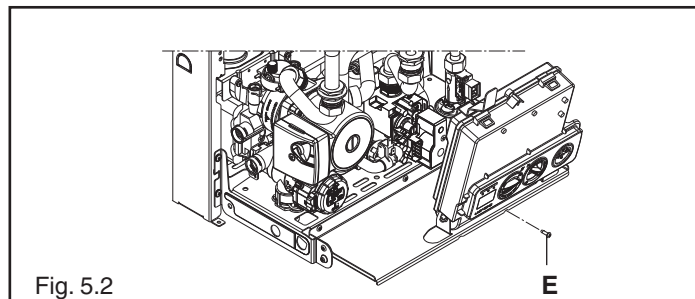

Fig. 5.2
- sollevare, quindi ruotare il cruscotto verso di sé dopo aver rimosso la vite (E) (Fig. 5.2)